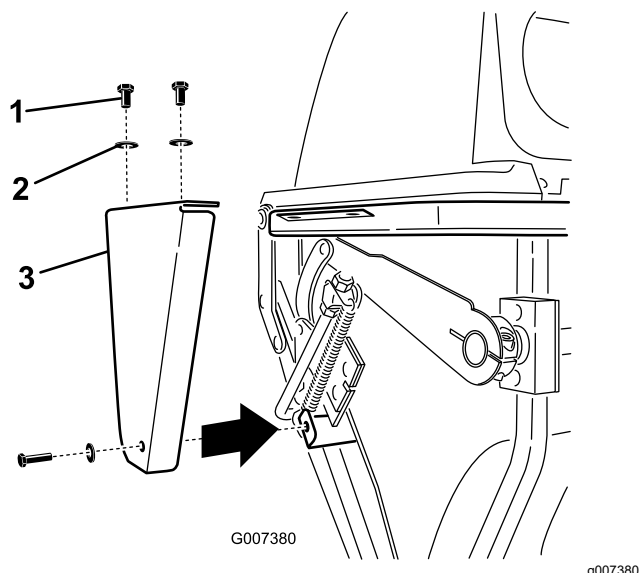

Figure 51
3. Déposez la plaque latérale de chaque côté du système de ramassage (Figure 51).